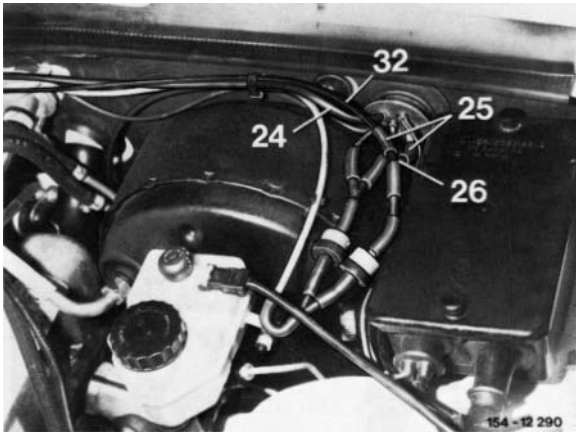

Bild 9
24 2polige Kupplung an der langen Ausbindung des Zusatzleitungssatzes (24) abmontieren. Anschließend Zusatzleitungssatz (24) durch die Gummifülle in der Stirnwand links in den Motorraum verlegen (Bild 9).
31 Unterdruckleitung schwarz/gelb (32) 1250 mm lang am Verteilerstück (26) anschließen und zum Regelgerät (19) verlegen (Bild 9 und 10).